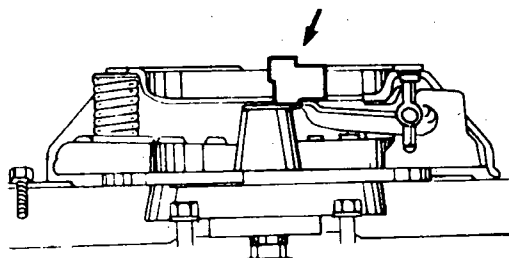

Fig. 3
- b Regule as alavancas de debreagem, controlando sua altura com um calibre de profundidade (fig. 3), segundo especificações da fábrica.